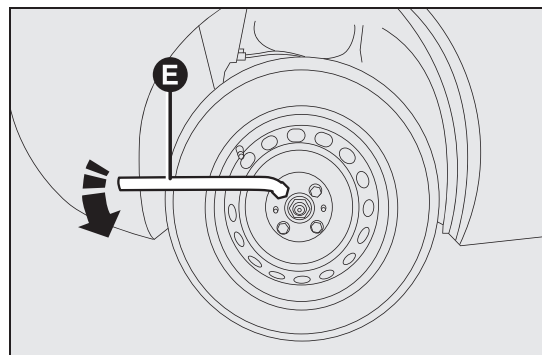

fig. 98
- ☐ draai met de bijgeleverde sleutel E fig. 98 de wielbouten van het te verwisselen wiel ongeveer een slag los;